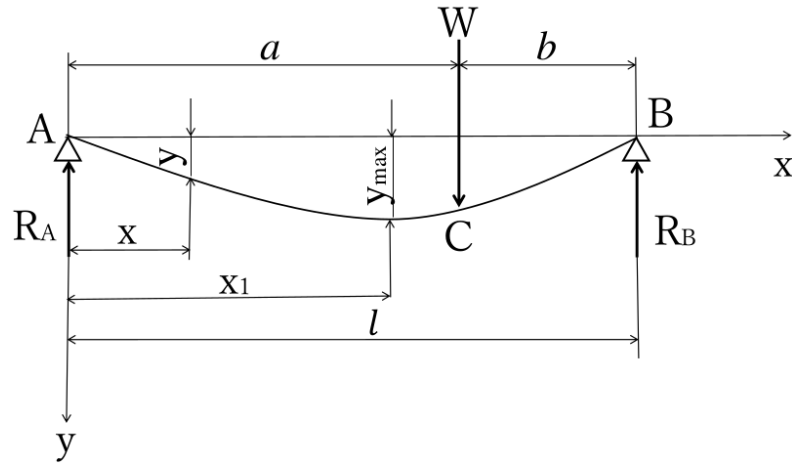

図 1 両端支持ばりの模式図
両端支持ばりのたわみに関する模式図を図 1 に示す．
1. 図 1 の左支点 A から集中荷重 W の作用点 C までの距離 a が $500, 600, 700[mm]$ と増加するにつれて, x_1 はどのように変化するか．図（横軸を a , 縦軸を x_1 とする）を描き, 考察せよ．[図 2]